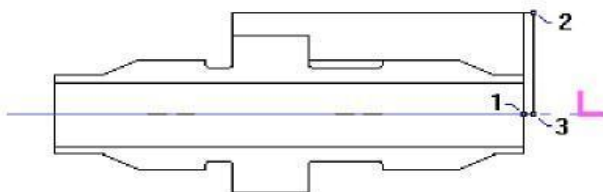

Рис. 4.34
2. Нажмите кнопку **X нач** и укажите точку 1 (см . рис.4.34).